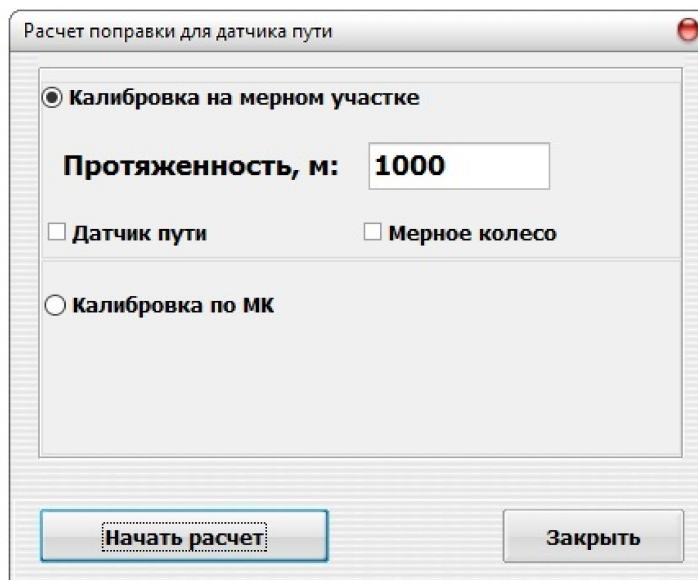

Рис. 44. Тарировка датчика пути.
- ▲ Зайти в режим тарировки (рис. 44). В появившемся окне ввести измеренную протяжённость мерного участка, выбрать тип тарируемого устройства (датчик пути) и нажать «Начать расчёт».
- ▲ Зайти в режим тарировки (рис. 44). В появившемся окне выбрать тип тарируемого устройства (Калибровка по мерному колесу) и нажать «Начать расчёт».